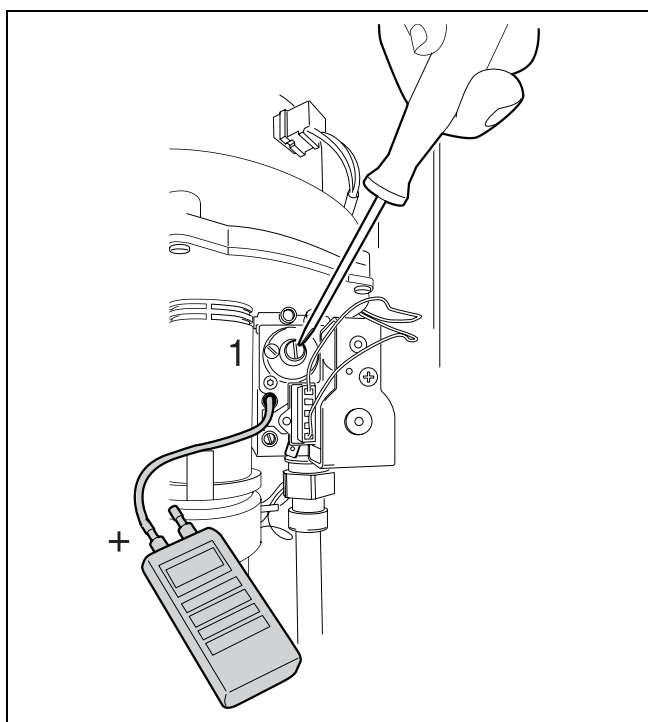

fig. 30 Indstilling af gas/luftforholdet
- Afdækningskappen fjernes med en flad skruetrækker (fig. 30, pos. 1).
- Skruen til indstilling af brændertrykket (fig. 30, pos. 1) indstilles til den korrekte trykdifference (gas/luftforhold) ved hjælp af en unbrakonøgle (4 mm).
- Afdækningskappen monteres igen (fig. 30, pos. 1).